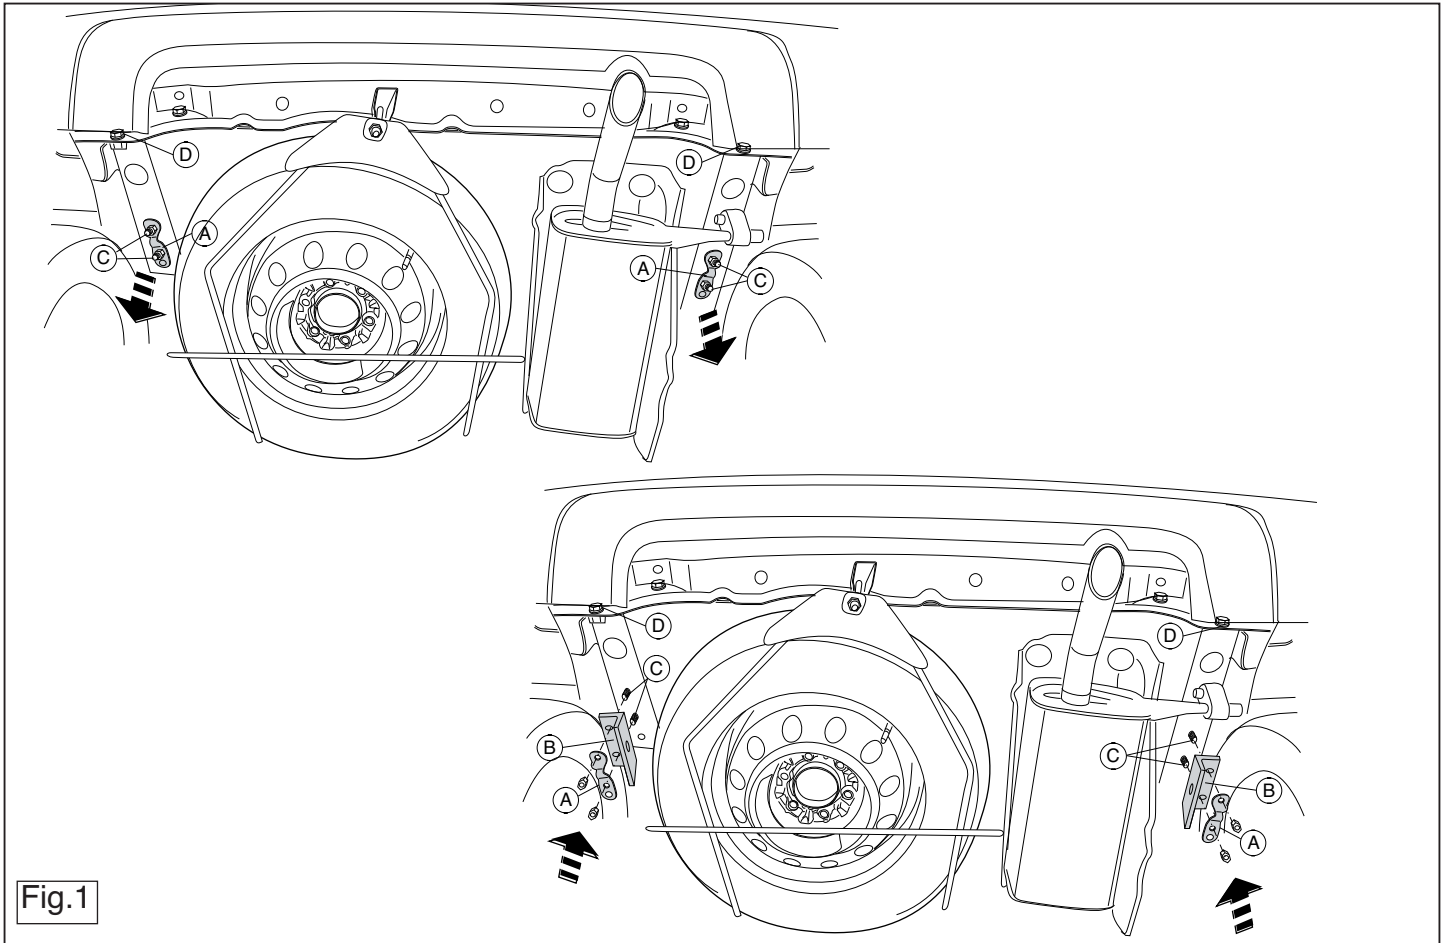

Fig.1
1. Снять если имеется кронштейны А слева и справа. См. рисунок 1.
2. Установить кронштейны В и закрепить их в точках С, затянув крепежный материал не до конца. См. рисунок 1.